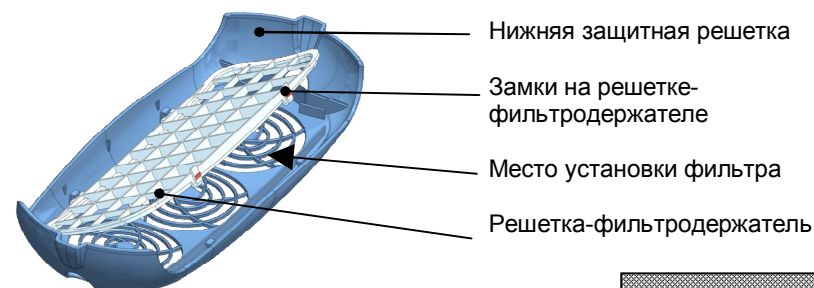

Рис.6
- Установить новый фильтр, закрепив его решеткой-фильтродержателем на нижней защитной решетке рециркулятора (рис.6).
- Снять решетку – фильтродержатель, одновременно нажав по направлению к центру решетки на замки, расположенные на решетке - фильтродержателе (рис.6), и вынуть использованный фильтр, соблюдая правила обращения с инфицированными материалами.